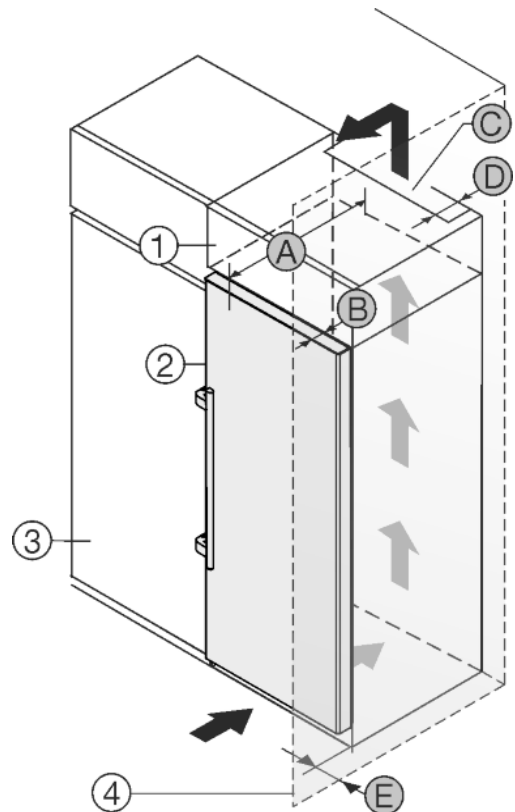

Fig. 24
Das Gerät kann mit Küchenschränken umbaut werden. Um das Gerät *Fig. 24 (2)* der Küchenzeilenhöhe anzugleichen, kann über dem Gerät ein Aufsatzschrank *Fig. 24 (1)* angebracht werden.
Das Gerät kann direkt neben dem Küchenschrank *Fig. 24 (3)* aufgestellt werden. Um die Türe vollständig öffnen zu können, muss das Gerät um die Tiefe *Fig. 24 (B)* gegenüber der Küchenschrankfront vorstehen. Abhängig von der Tiefe der Küchenschranke und Verwendung von Wandabstandshaltern kann das Gerät weiter herausragen.
- An der Rückseite des Aufsatzschrankes muss ein Abluftschacht mit der Tiefe *Fig. 24 (D)* über die gesamte Aufsatzschrankbreite vorhanden sein.
- Unter der Raumdecke muss der Entlüftungsquerschnitt *Fig. 24 (C)* eingehalten werden.
Wenn das Gerät mit den Scharnieren neben einer Wand *Fig. 24 (4)* aufgestellt wird, muss der Abstand *Fig. 24 (E)* zwischen Gerät und Wand eingehalten werden. Dies entspricht dem Griffüberstand bei geöffneter Tür.